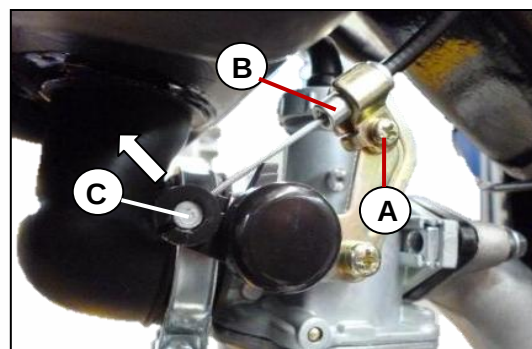

Fig. 8.60
- Retire la cabeza inferior del cable del choke [C]. **Fig. 8.60**